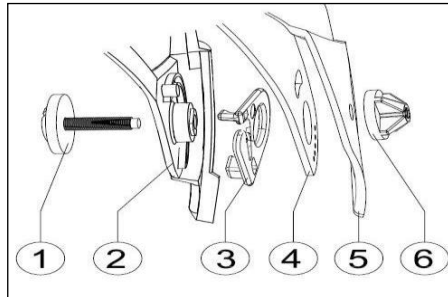

Fig. 1
- Desaperte os parafusos (fig. 1, pontos 1 e 6) nas laterais.
- Remova a placa frontal (fig. 1, ponto 5), tendo o cuidado de retirar a parte central do seu suporte.
- Remova a viseira (fig. 1, ponto 4).
- Remova o batente On/Off (fig. 1, ponto 3).
- Coloque o parafuso no encaixe especial que se encontra no capacete (fig. 1, ponto 1)
- Insira o batente On/Off (fig. 1, ponto 3).
- Insira a viseira (fig. 1, ponto 4).
- Coloque a placa frontal (fig. 1 ponto 6)
- Aperte ligeiramente o parafuso (fig. 1, pontos 1 e 6)